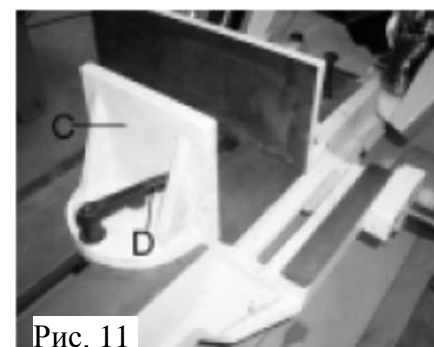

Рис. 11
Поверните правую зажимную губку (С) до упора влево, как показано на Рис. 11, и зафиксируйте подпружиненную зажимную рукоятку (D).
Используя комбинированный угольник с линейкой, расположите один конец угольника вдоль губки тисков, а другой конец – напротив пильного полотна, как показано на Рис. 11. Проверьте, расположена ли губка тисков под углом 45 градусов к пильному полотну или нет.